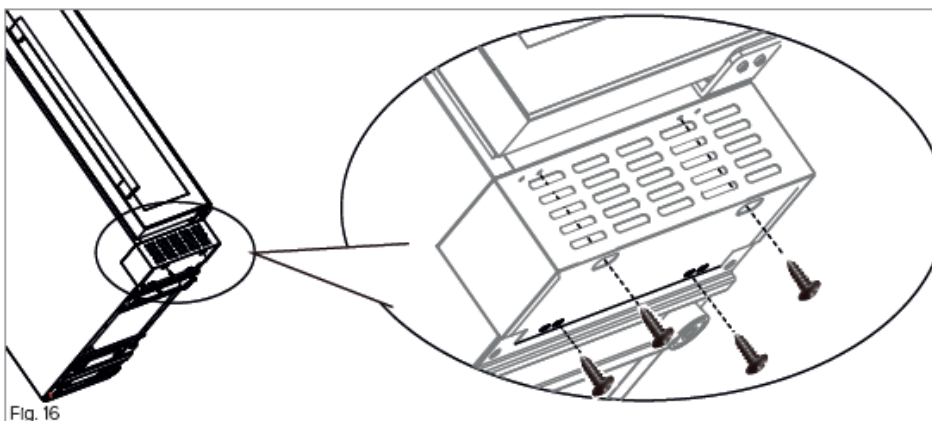

Fig. 16
6. Proporre la base, assicurandosi che sia nella stessa direzione di Fig. 16. Quindi, utilizzando un cacciavite (punta magnetica), inserire due delle viti di fissaggio nere nei fori di accesso ovali (mostrati in Fig. 16) e serrarle.
7. Installare una vite (con una punta nera) in ciascuno dei due fori inferiori (mostrati nella Fig. 16). Questa vite fisserà la base sotto la cantinetta.